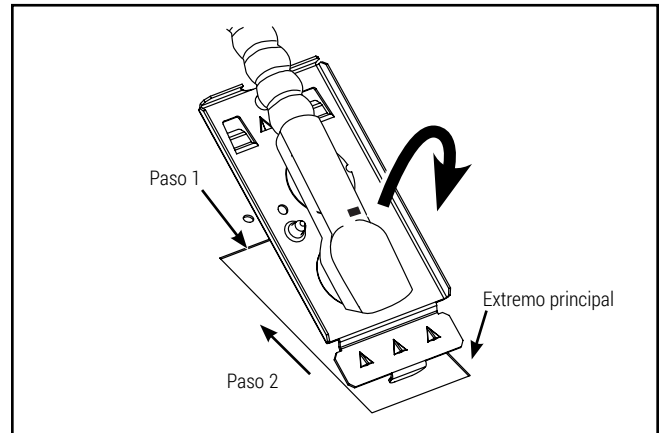
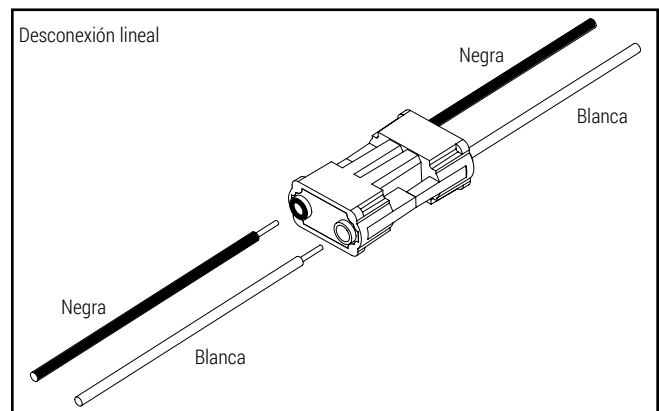

Figura 3.
Figura 4.
4. Retire la placa de acceso eléctrico y remueva los huecos necesarios de la placa de acceso para fijar el cable de alimentación eléctrica (Figura 3). Realice las conexiones de cableado necesarias a la entrada de línea de CA del controlador. Se proporciona una desconexión lineal para acelerar a instalación (Figura 4).
**Paso 1:** Para insertar la placa de acceso, gire hasta que el extremo delantero esté dentro del cableado (Figura 3).